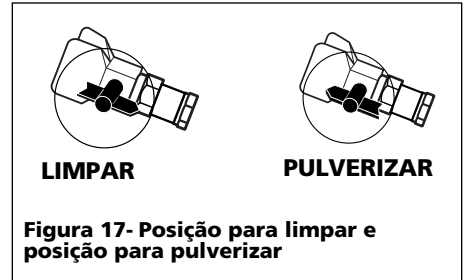

Figura 17- Posição para limpar e posição para pulverizar
1. Gire o bocal para a posição Cleaning (limpar) (veja a Figura 17).
3. Coloque o bocal em Spray e continue pulverizando (veja a Figura 17).